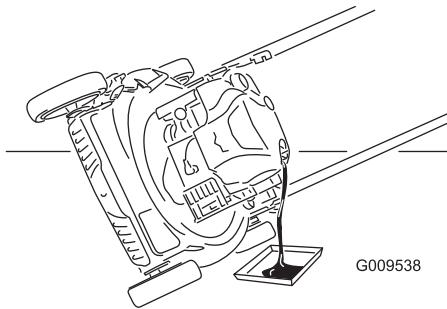

Figure 22
- Basculez la machine sur le côté, tube de remplissage en bas, pour vidanger l'huile usagée dans le bac de vidange par le tube de remplissage (Figure 22).